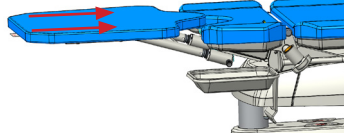
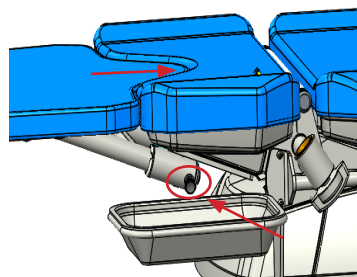

Fig. 2 Montaggio dell'estensione della superficie paziente
Fig. 3 Dettagli del perno di bloccaggio
- 3) Far scorrere l'estensione della superficie paziente il più vicino possibile al cuscino della seduta (Fig. 2) finché il perno di bloccaggio non scatta in posizione (Fig. 3)